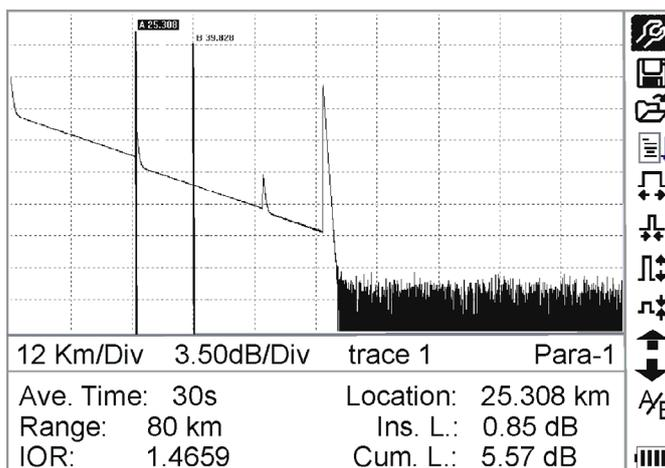

Figura 37.- Medida de la traza del **PROLITE-50/51/52**
- 3 Después de un cierto periodo de tiempo, la traza se visualiza sobre la **GUI**. La traza en la figura inferior es la traza durante la medida, que será refrescada al cabo de un cierto periodo de tiempo con el fin de mostrar al usuario el proceso completo en tiempo real. Pero al final de la medida la traza visualizada será la final como muestra la figura 37.
En la **GUI** de la figura 37, pulsar  y los ítems de la ventana de información se visualizarán por este orden: parámetros de medida → información de análisis → Lista de eventos → información del marcador A/B → parámetros de medida.
En la **GUI** de la figura 37, pulsar , los ítems de la ventana de información conmutarán a la información de la lista de eventos